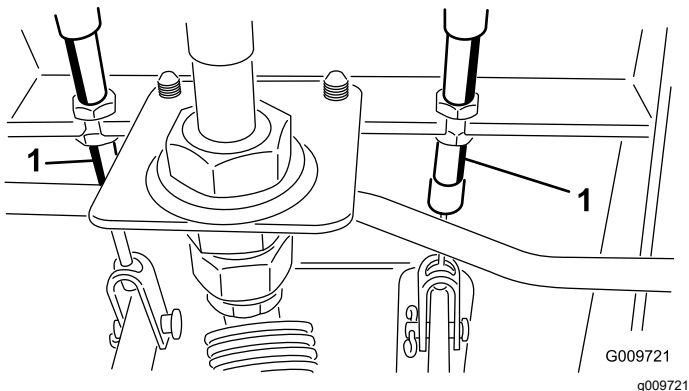

Figura 65
- A. Allentate il dado anteriore sull'estremità filettata del cavo del freno (Figura 65).